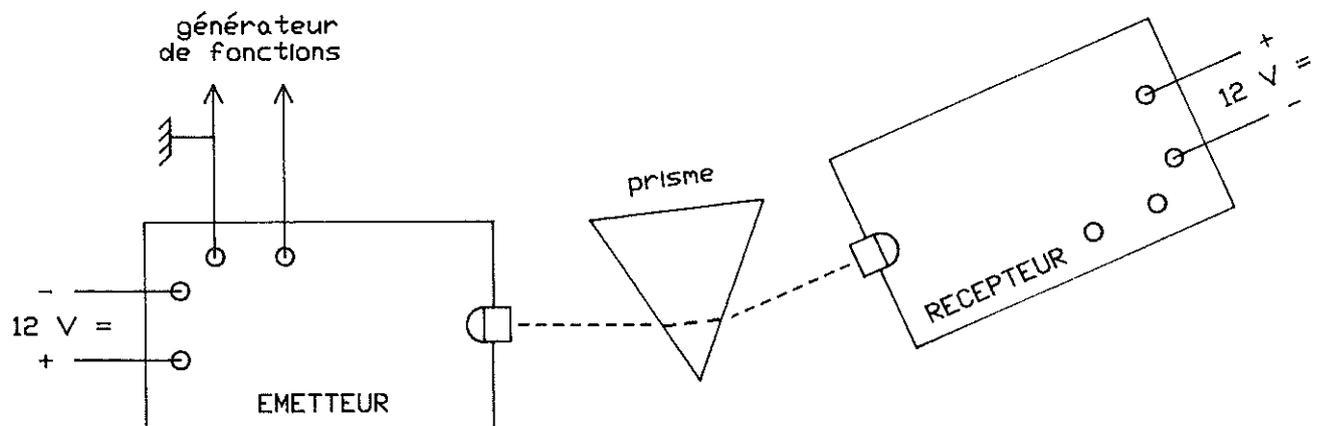

figure 9 : Réfraction d'un faisceau infrarouge
- par rapport à la manipulation précédente, il suffit de remplacer le miroir plan par un prisme ou un demi-cylindre en plexiglas ou en verre. L'angle au sommet du prisme doit être de 30° ou 45° pour éviter d'obtenir trop facilement la réflexion totale du faisceau. On oriente le prisme par petits mouvements autour d'un axe vertical, jusqu'à ce qu'un signal sonore retentisse (figure 9). S'il n'est guère possible de procéder à des mesures précises d'angles, on peut tout de même montrer que la réfraction en incidence oblique correspond à une déviation du faisceau lors d'un changement de milieu.